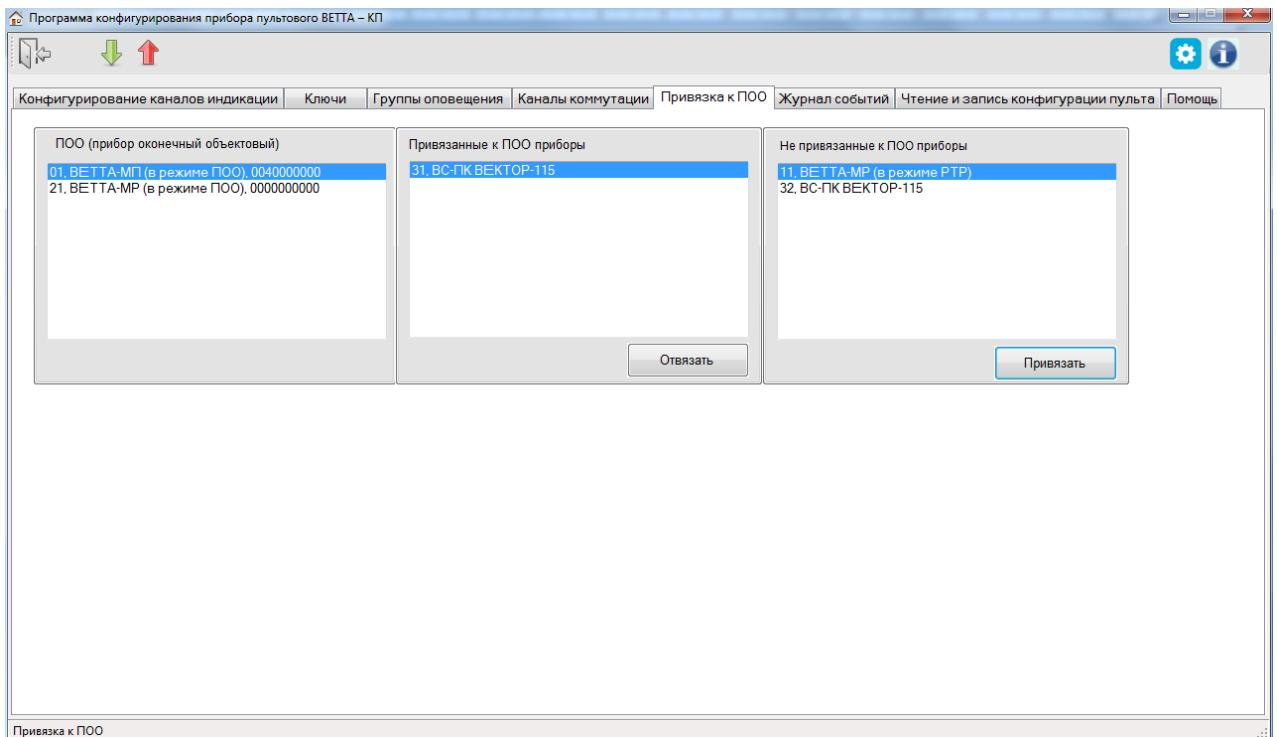

Рис. 27. Привязка/отвязка устройств к/от ПОО
- 4) После завершения чтения текущей конфигурации и запуска основного окна программы-конфигуратора, перейдите на вкладку «Привязка к ПОО» (Рис. 27).